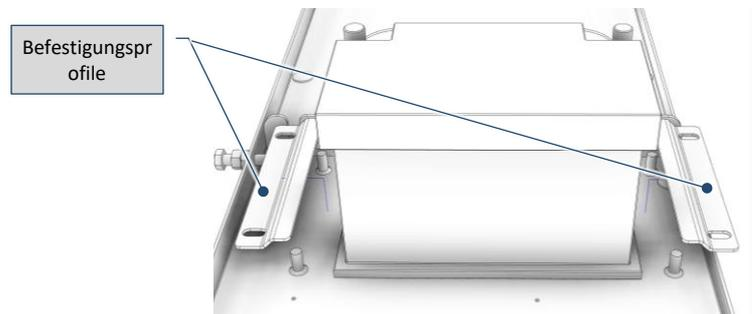

Abb. 9-18 – Entfernen der Befestigungsprofile der Batterie
- 3) Entfernen Sie die beiden Befestigungsprofile (Abb. 9-18);